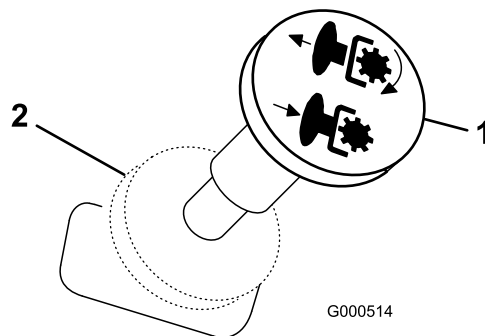

Figura 7
2. Desengrane las cuchillas moviendo el mando de control de las cuchillas a Desengranado (Figura 7).